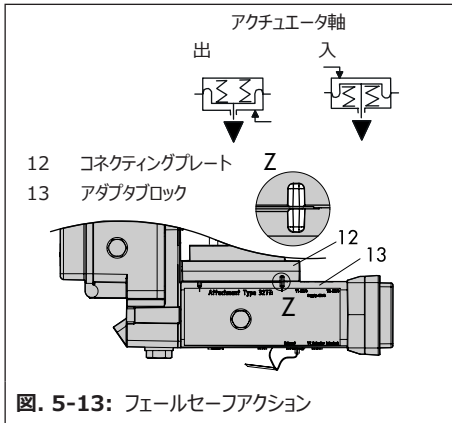

図. 5-13: フェールセーフアクション
8. アダプタブロック (13) の中央の穴にねじ (13.1) を差し込みます。
9. コネクティングプレート (12) をシール (12.1) とともに、フェールセーフアクション「軸出」または「軸入」に対応するねじ (13.1) の上に置きます。適用されるフェールセーフアクションは、アダプタブロック (13) の溝をコネクティングプレート (12) の溝に合わせることで決めます (図. 5-13) 。